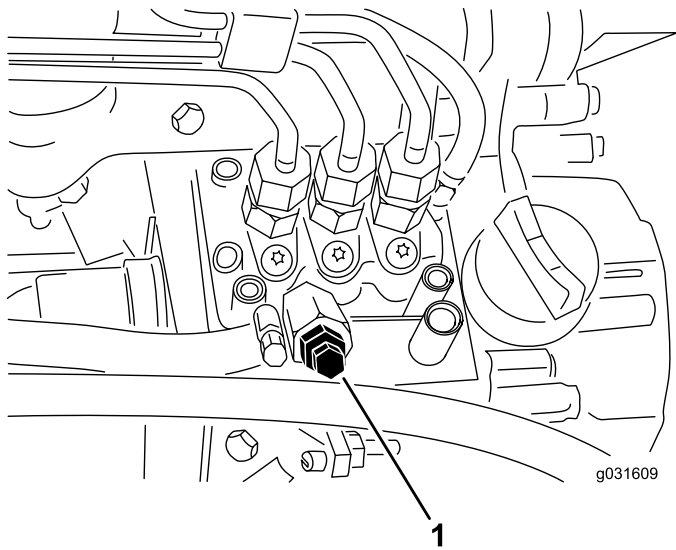

Bild 51
4. Öffnen Sie die Entlüftungsschraube an der Kraftstoffeinspritzpumpe (Bild 51).